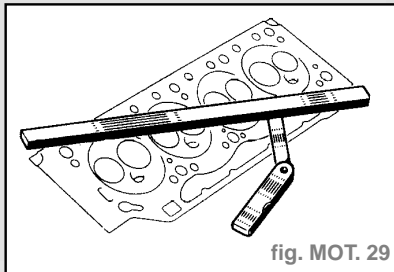

fig. MOT. 29
- Vérifier avec une règle et un jeu de cales s'il y a déformation du plan de joint (fig. MOT. 29).